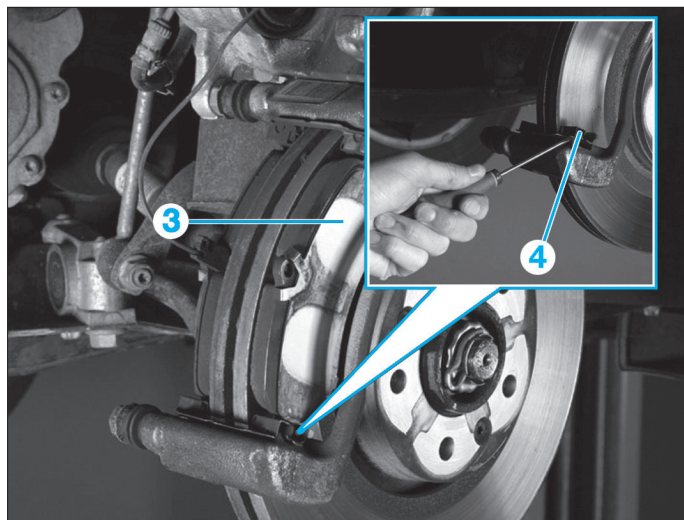

Fig. 2
- Déposer les plaquettes de freins (3) et les cales d'appui (4) (Fig.2).